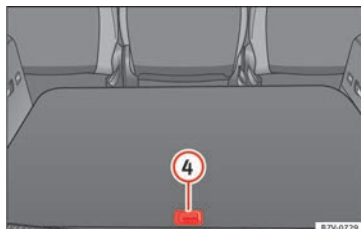

Fig. 188 Otros compartimentos en el suelo del maletero.
Abrir el compartimento posterior » fig. 188 ④:	▷ Levante por el asa la parte posterior del suelo del maletero.